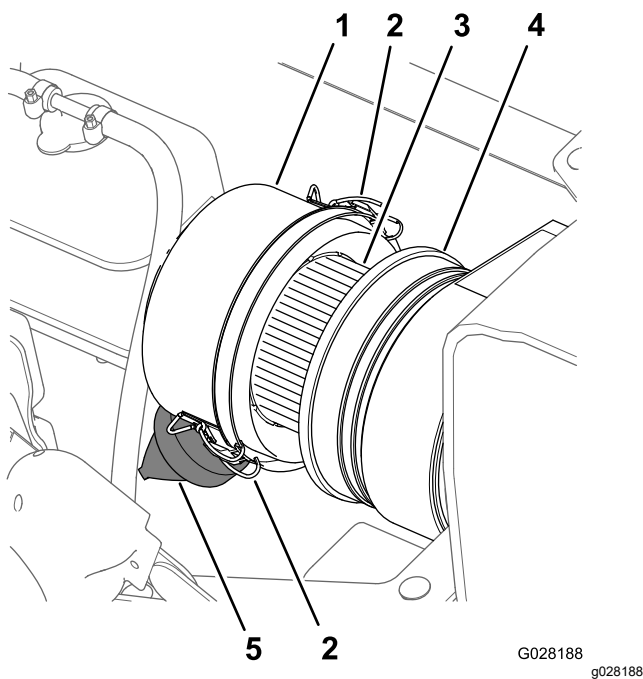
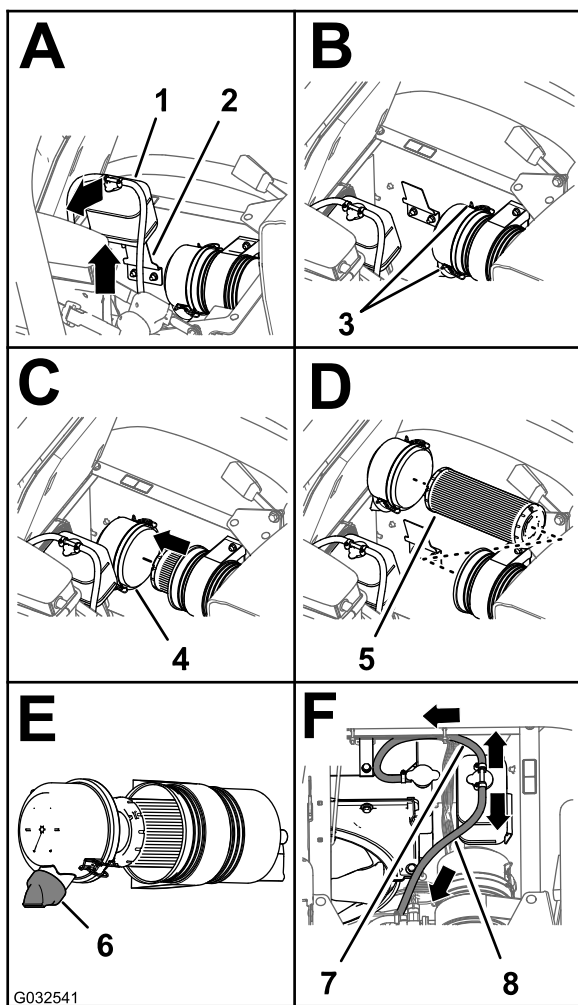

Figura 109
Figura 110
3. Limpie el tapón guardapolvo y el cuerpo del limpiador de aire (Figura 109).
5. Apriete la válvula de polvo para limpiarla de suciedad, polvo y residuos (Figura 109).
7. Compruebe si el elemento del filtro de aire tiene una acumulación excesiva de suciedad, polvo y residuos (Figura 109).
8. Instale el tapón guardapolvo en el cuerpo del limpiador de aire, y sujete el tapón con los 2 enganches (Figura 109).
2. Limpie el tapón guardapolvo y el cuerpo del limpiador de aire (Figura 109).
3. Levante el depósito de expansión del refrigerante y retírelo del soporte del depósito (Figura 110).
4. Inspeccione la carcasa del limpiador de aire en busca de daños que pudieran causar una fuga de aire (Figura 109).
4. Abra los dos enganches que sujetan el tapón guardapolvo a la carcasa del limpiador de aire (Figura 110).
6. Limpie el interior del tapón guardapolvo, la carcasa del limpiador de aire y la válvula de polvo con un trapo húmedo (Figura 109 y Figura 110).
7. Instale el elemento del filtro de aire en la carcasa del limpiador de aire (Figura 110).
8. Instale la tapa sobre el cuerpo del limpiador de aire y sujétela con los 2 enganches (Figura 110).
Nota: Asegúrese de que la válvula de polvo está alineada a una posición entre las 5 y las 7, vista desde el extremo (Figura 110).
9. Alinee el depósito de expansión del refrigerante con el soporte del depósito y coloque el depósito firmemente (Figura 110).
Importante: Asegúrese de que la manguera de alivio de presión está enrutada hacia delante y hacia abajo, y que la manguera de ventilación está enrutada hacia atrás, según se muestra en Figura 110.